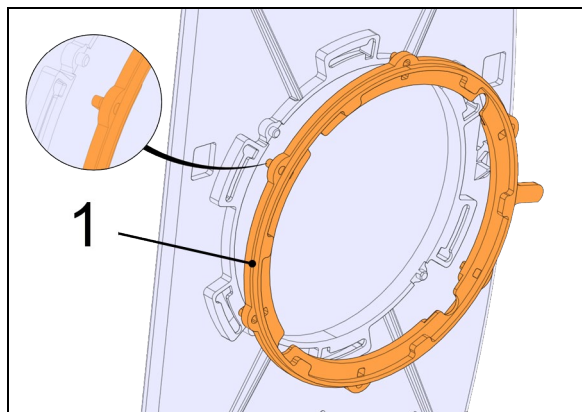

FIGURE 91 : (1) ANNEAU DE VERROUILLAGE
6. Installer l'anneau de verrouillage sur le nouveau miroir en verre (item 1, Figure 91).